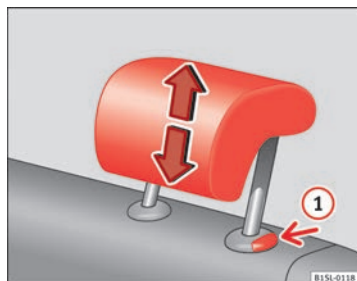

Fig. 32 Desmontar o encosto de cabeça traseiro.
- Extraia o encosto de cabeça por completo mantendo pressionado o botão ⇒ Fig. 32 ①.